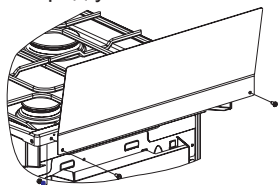

рис. 1
- Модели плит, не имеющие крышку стола, комплектуются щитком, который закрепляется перед установкой плиты (рис.1).
- **Установка щитка** на плиту модели GM341 001. Установку щитка производить путем крепления к столу двумя винтами и гайками (см. рис. 1). Винты и гайки для крепления щитка находятся в пакете с комплектующими.